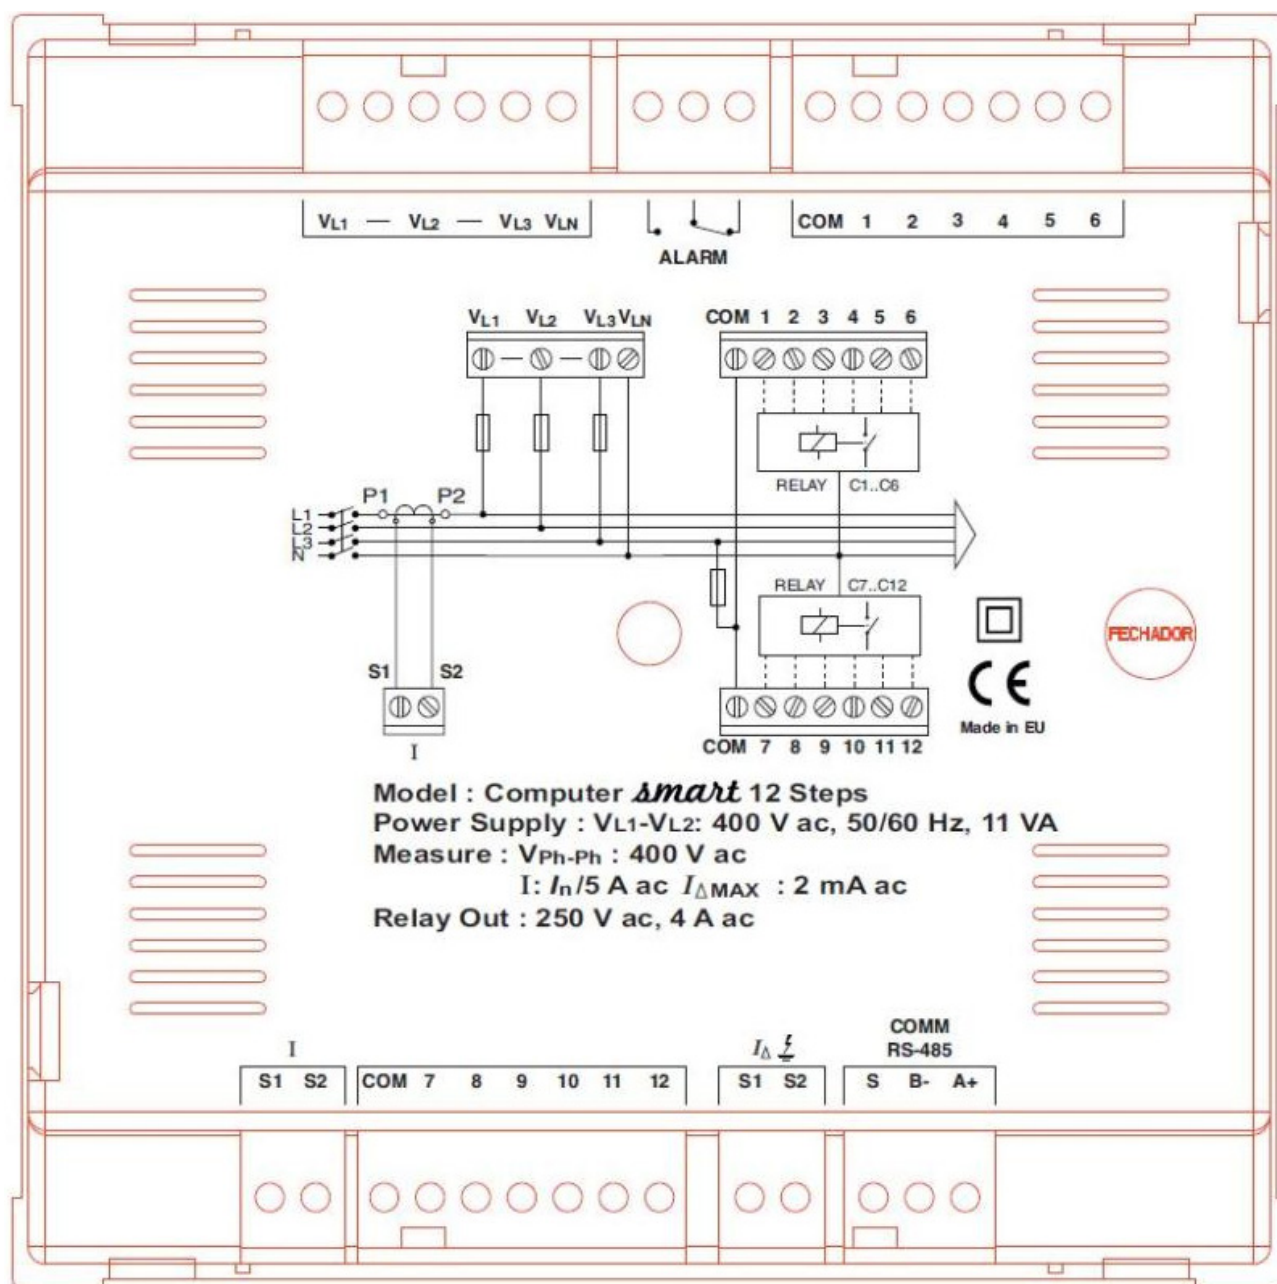

Fig. 1.1.- Étiquette arrière de l'appareil
- Le type fourni est conforme au type demandé. (Voir étiquette arrière, fig. 1.1)
Les caractéristiques principales de l'appareil sont marquées sur l'étiquette de la partie arrière de ce dernier (voir fig. 1.1), ainsi que sur le guide rapide ci-joint. Elles sont résumées sur le tableau suivant :